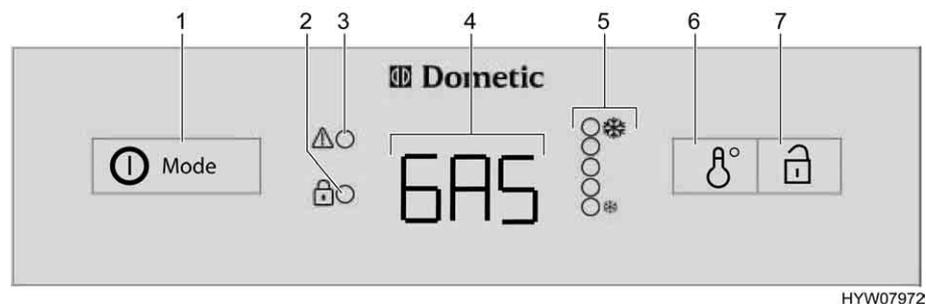

Bild 190 Bedienelemente für den Kühlschrank (Dometic 8er-Reihe mit AES)
Bei Störungen blinkt die Anzeige-LED Störung "⚠" (Bild 190,3).
Wenn Automatikbetrieb gewählt, **keine** 230-V-Versorgung angeschlossen und der Fahrzeugmotor **ausgeschaltet** ist, wählt das AES die Gasversorgung. Beim Anwählen des Gasbetriebs wird die Züandsicherung automatisch geöffnet, so dass Gas zum Brenner strömen kann. Gleichzeitig wird der elektronische Zünder eingeschaltet. Erlischt die Gasflamme, z. B. durch einen Luftzug, wird der Zünder sofort aktiviert und zündet das Gas wieder an. Bei Störung im Gasbetrieb blinkt in der Betriebsanzeige (Bild 190,4) der Text "GAS".
Nach dem Einschalten wählt der Kühlschrank automatisch die mittlere Thermostateinstellung. Diese Einstellung kann manuell mit dem Schalter für die Temperatureinstellung (Bild 190,6) nachgeregelt werden. Die Anzeige-LEDs (Bild 190,5) zeigen die gewählte Thermostateinstellung an. Mit dem Schalter wird die Kühltemperatur für alle drei Energiearten eingestellt. Es dauert einige Stunden, bis der Kühlschrank die normale Betriebstemperatur erreicht hat. Beim Umschalten der Betriebsart wird die Thermostateinstellung beibehalten. Die Kühltemperatur wird unabhängig von der Energieart beibehalten.
- Den Einschalter/Energie-Wahlschalter (Bild 190,1) 2 Sekunden lang drücken, um das Gerät einzuschalten. Die zuletzt gewählte Betriebsart wird in der Betriebsanzeige (Bild 190,4) angezeigt.
- Mit dem Einschalter/Energie-Wahlschalter (Bild 190,1) die Energieart wählen.
- Die Kühltemperatur am Schalter für Temperatureinstellung (Bild 190,6) einstellen. Die Anzeige-LEDs (Bild 190,5) zeigen die gewählte Thermostat-Einstellung.
- Den Einschalter/Energie-Wahlschalter (Bild 190,1) 2 Sekunden lang drücken. Alle Anzeigen erlöschen.